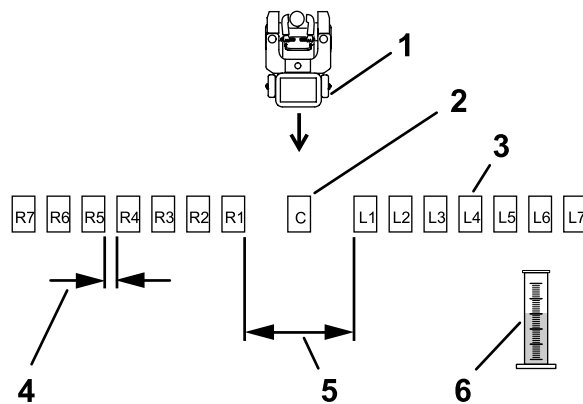
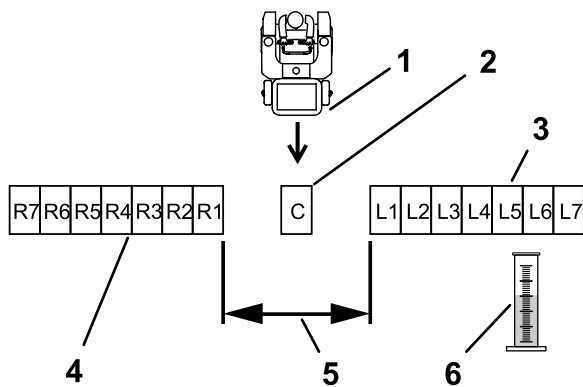

Figura 23
Figura 24
3. Coloque las bandejas restantes en línea recta, como se muestra en la Figura 23 o la Figura 24.
Coloque seis bandejas más en cada lado, con un espacio de 30 cm (12") entre ellas (Figura 23).
Coloque seis bandejas adicionales en cada lado, sin espacio entre las bandejas (Figura 24).
8. Etiquete cada cilindro graduado según la bandeja de recogida correspondiente (L2, L1, Centro, R1, R2...) (consulte la Figura 23 y la Figura 24).